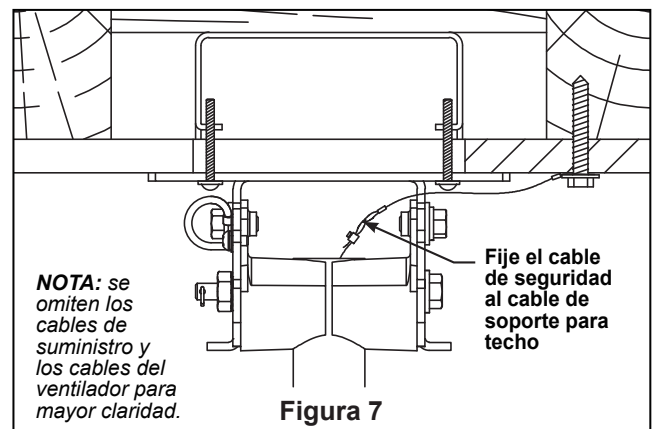

Figura 7
- 7. Fije el cable de seguridad al cable de soporte para techo.** Deslice la abrazadera de cables por el cable de seguridad (del ventilador). Pase el extremo del cable a través del aro que forma el cable de soporte para techo. Tire lo más posible del cable a través del aro. Inserte el extremo del cable en el orificio de la abrazadera y ajuste firmemente el tornillo (Figura 7). Corte el exceso de cable de seguridad.